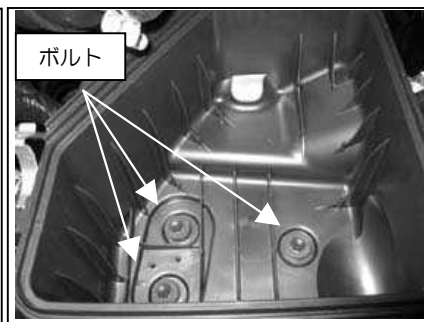

図 3
- ③ボルト 3ヶ所を外し、クリーナーBOX 下側を外します。図 3 参照